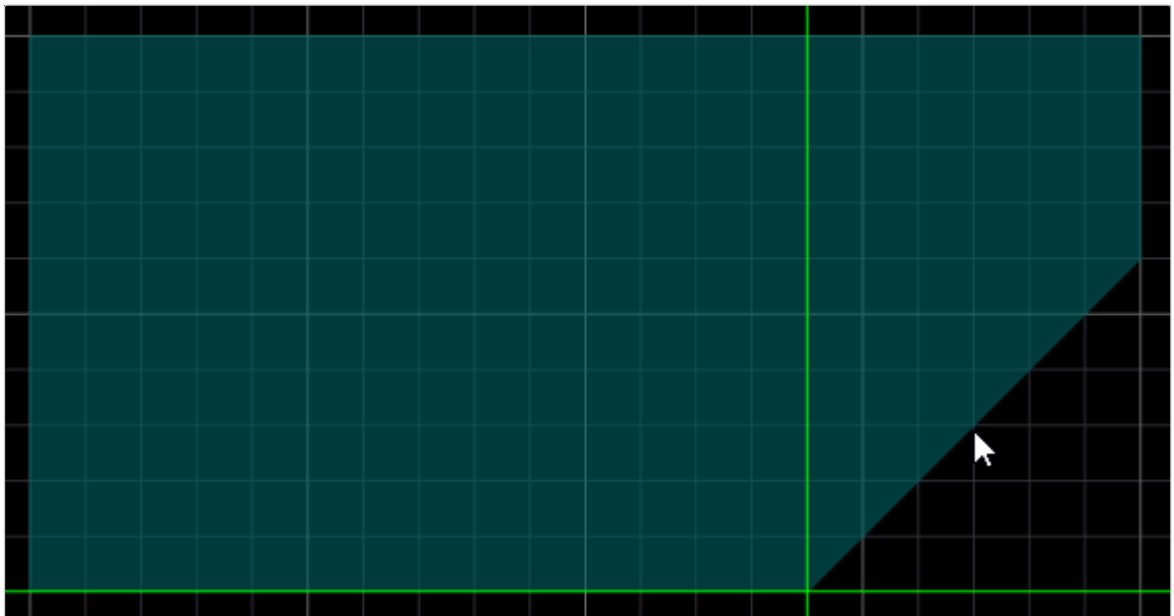

Рисунок 151. Изменение формы полигона в режиме фаски
- Режим фаски — в этом режиме перемещение точки внутрь угла создает дополнительную фаску, укорачивая смежные ребра, но не перемещая их (см. рисунок 151).